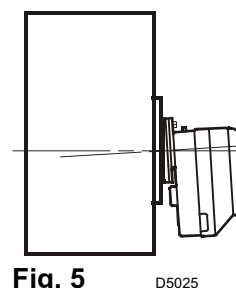

Fig. 5
N.B.: Ad installazione avvenuta verificare che il bruciatore sia leggermente inclinato come in fig.5.